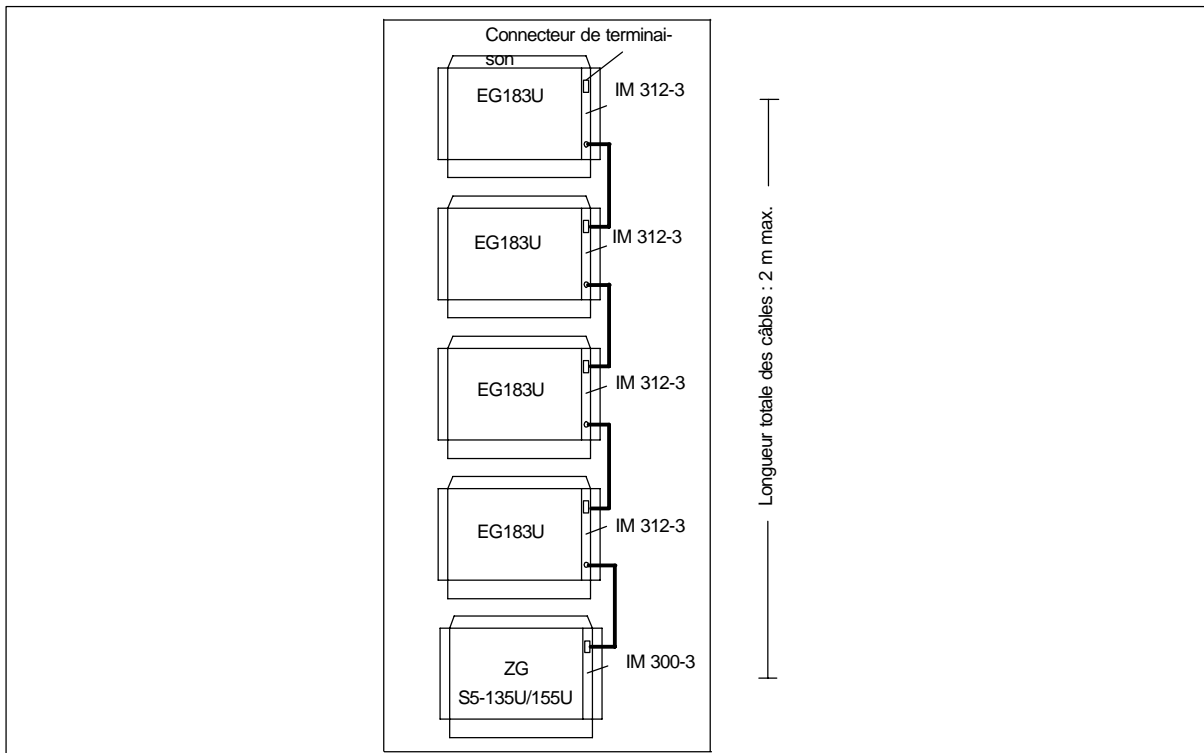

Figure 7-5 Configuration d'extension centralisée avec des châssis d'extension dotés d'unités d'alimentation
**Raccordement des EG 184U et EG 187U** Il est possible de raccorder un maximum de 3 châssis d'extension à chacun des ports d'un IM 300-5 implanté dans un châssis de base ou dans un châssis d'extension décentralisé (cf. figures 7-5 et 7-6). La tension de fonctionnement des EG est fournie par les IM. Une connexion libre de l'IM 300-5 ainsi que le dernier IM 312-5 ne nécessitent pas de connecteur de terminaison.